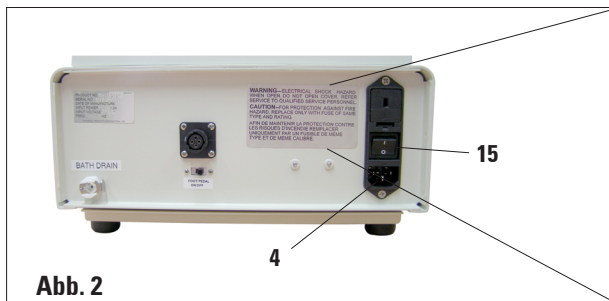

Abb. 2
- Beachten Sie die Warnhinweise an der Rückseite des Gerätes (Abb. 2). Nur die Komponenten, die in dem Abschnitt **“Austausch von Komponenten”** beschrieben werden, können durch den Bediener ersetzt werden.
- Das Gerät muss so aufgestellt werden, dass der Netzschalter an der linken Seite der Geräterückseite (Pos. 14 in Abb. 2) jederzeit leicht erreichbar ist.